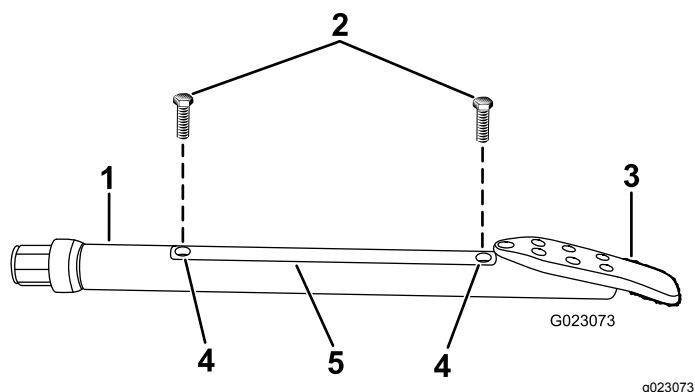

Figura 55
2. Afloje los tornillos que sujetan la tapa al portasonda, y retire la tapa (Figura 55).
4. Instale la tapa del portasonda y sujétela con los tornillos (Figura 55).